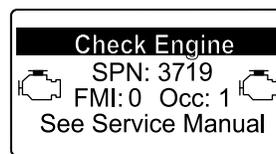

Рисунок 50
- Предупреждение о двигателе SPN 3719, FMI 0 (Рисунок 50)